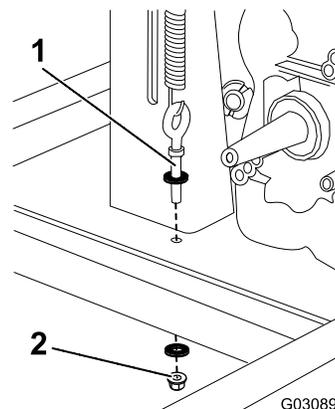
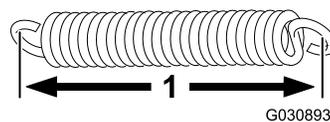

Figura 55
Figura 56
- A. Afloje la tuerca inferior del perno de ojal y desplácela hasta el extremo del perno (Figura 55).
4. Mida el muelle desde el interior de un gancho al interior del otro gancho; consulte Figura 56. Si el muelle se estira a más de 8,9 cm, cambie el muelle.
- Para aumentar la tensión del muelle y por tanto la de la correa, reduzca la altura del perno de ojal aflojando la tuerca superior del perno de ojal y apretando la tuerca inferior (Figura 55 y Figura 56).